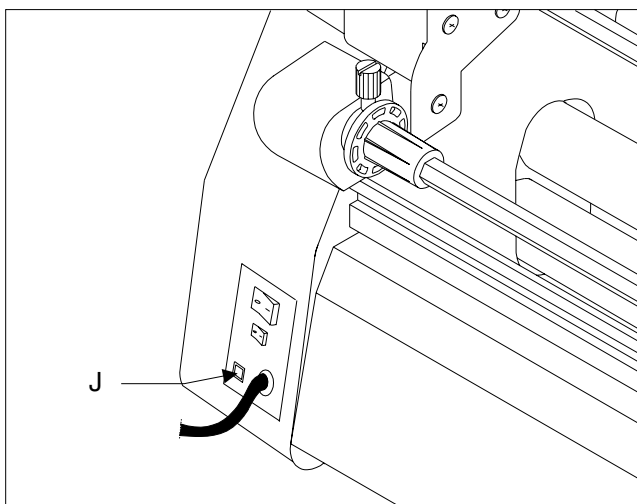

Fig. 5
**J. CIRCUIT BREAKER:** Electrical safety device, located on the back of the laminator near the power cord, can be reset by the operator if tripped (Figure 5).
**J. LEISTUNGSSCHALTER:** Elektrische Sicherheitsvorrichtung auf der Rückseite des Laminiergeräts in der Nähe des Anschlusskabels. Kann vom Benutzer wieder zurückgestellt werden, wenn es ausgelöst werden sollte (Abb. 5).
**J. CIRCUITONDERBREKER:** Dit is een elektrische beveiliging aan de achterzijde van de laminator, vlakbij het netsnoer; kan na een onderbreking worden gereset door de operator (zie afb. 5).
**J. COUPE-CIRCUIT:** dispositif de sécurité électrique, situé au dos de la plastifieuse, près du cordon d'alimentation ; peut être réinitialisé par l'opérateur après coupure (Figure 5).